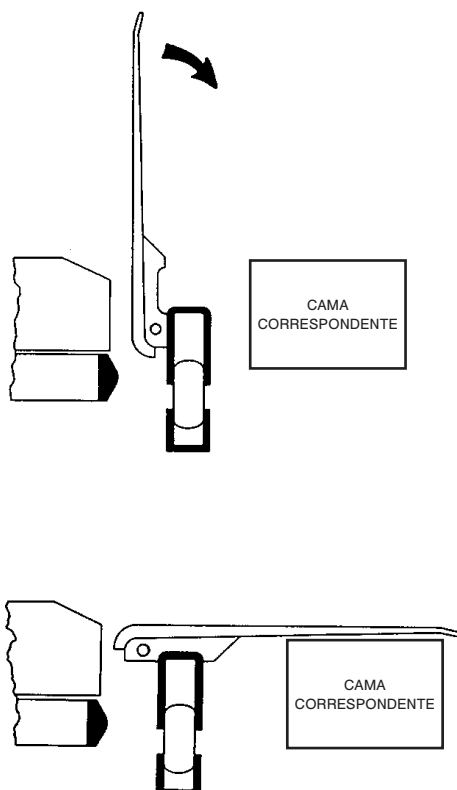

Figura 5: Placa de transferência
Nota: A placa de transferência (C) está situada entre a grade lateral (A) e o colchão (B), conforme se mostra na figura 5.
1. Baixe a grade lateral (A) até à posição mais baixa.
2. Eleve a placa de transferência (C) desde o fundo enquanto a levanta a partir do topo.